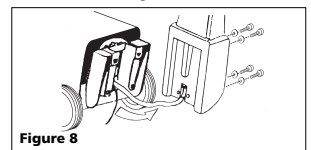

Figure 8
9. Brancher le tuyau d'aspiration de produits chimiques au bout sur le revers du manche (Figure 8).